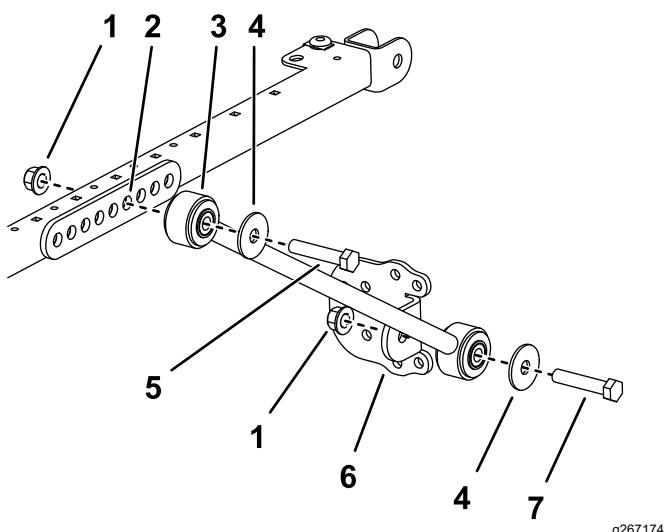

Figura 48
5. Em cada lado da estrutura do toldo, monte sem apertar uma articulação da extensão no quarto furo da montagem da cinta usando dois parafusos ($\frac{1}{2}$ pol. x 2 $\frac{3}{4}$ pol.) e duas porcas flangeadas ($\frac{1}{2}$ pol.), como se mostra na Figura 48.
6. Instale sem apertar completamente um suporte de cinta em cada cinta usando um parafuso ($\frac{1}{2}$ pol. x 2 $\frac{1}{2}$ pol.), anilha ($\frac{1}{2}$ pol.) e uma porca flangeada ($\frac{1}{2}$ pol.), como se mostra na Figura 48.